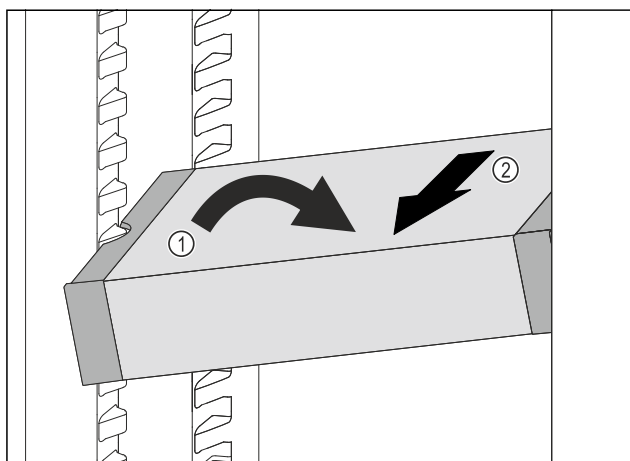

Fig. 215
- VarioSafe postavte v chladničce šikmo. Fig. 215 (1)
- VarioSafe odeberte směrem dopředu. Fig. 215 (2)